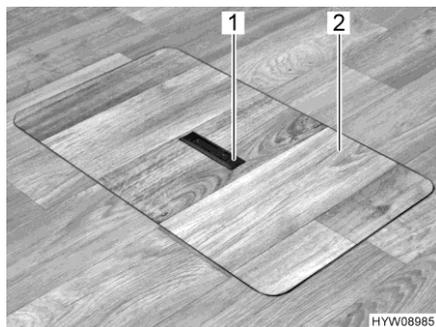
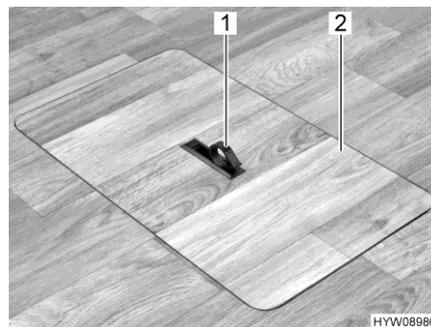

Fig. 59 Copertura vano pavimento (maniglia abbassata)
Fig. 60 Copertura vano pavimento (maniglia estratta)
- Spingere la piastra di presa (Fig. 59,1) verso il basso da un lato. La maniglia (Fig. 60,1) viene ruotata verso l'alto.
- Alzare la copertura (Fig. 60,2).
- Collocare la copertura (Fig. 60,2) nell'intelaiatura presente sul fondo.